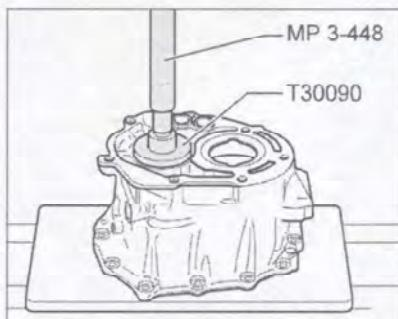

Рис. 7.241. Извлечение роликоподшипника первичного вала.
5. Выпрессуйте роликоподшипник первичного вала с помощью специального инструмента (рис. 7.241).